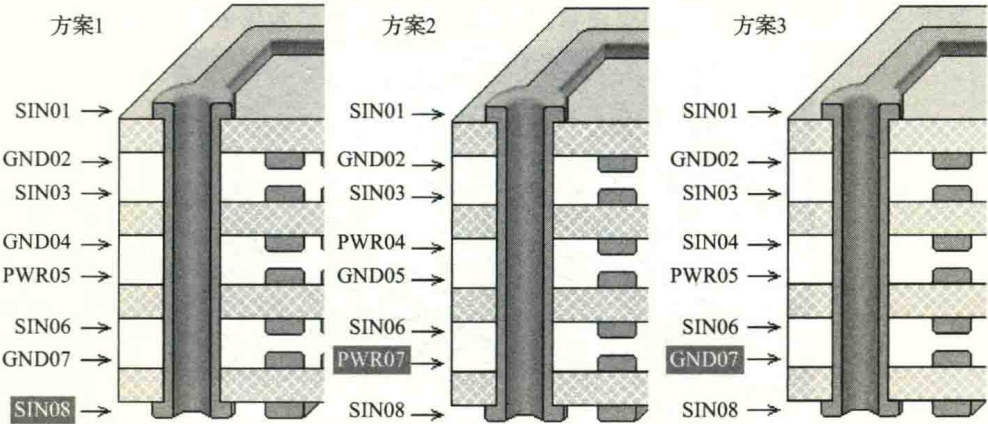

图 7-37 常见的 8 层板的叠层推荐方案
(3) 常见的 8 层板的叠层推荐方案如图 7-37 所示，优选方案 1 和方案 2，可用方案 3。